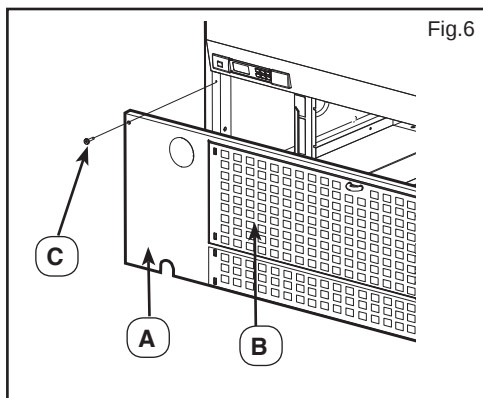

Fig.6
- Retirer le panneau grillagé arrière (fig.6 pos.A), le portillon et le filtre du condensateur (fig.6 pos.B) en retirant les deux vis (Fig.6 pos.c) dans les angles supérieurs.